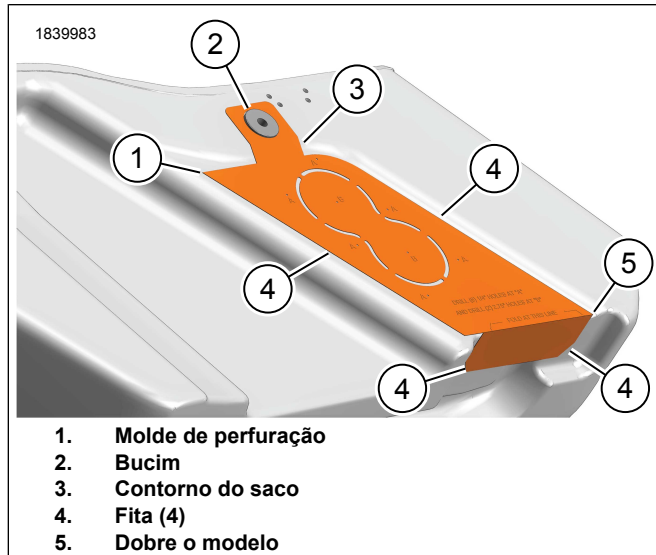

Figura 2. Modelo de Furação (padrão)
1. Figura 2 Posicione o modelo de furação (1) na parte traseira do lado **esquerdo** do alforge com o lado cor de laranja voltado na direção do alforge.